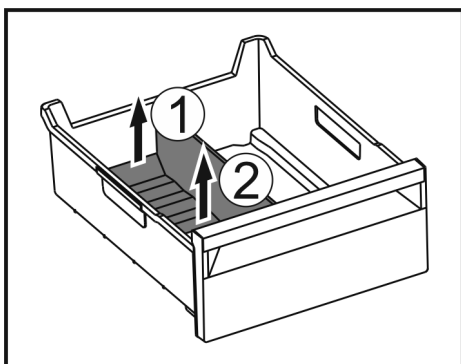

Fig. 61
- ▶ Підняти задню частину перегородки відділення для льоду. Fig. 61 (1)
- ▶ Вилучити перегородку рухом вгору. Fig. 61 (2)